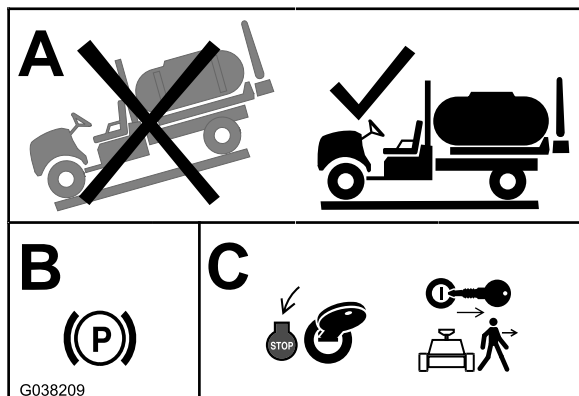

图1
1. 将机器移到水平地面上图1。
2. 设定手刹图1。
3. 关闭发动机并拔下钥匙图1。